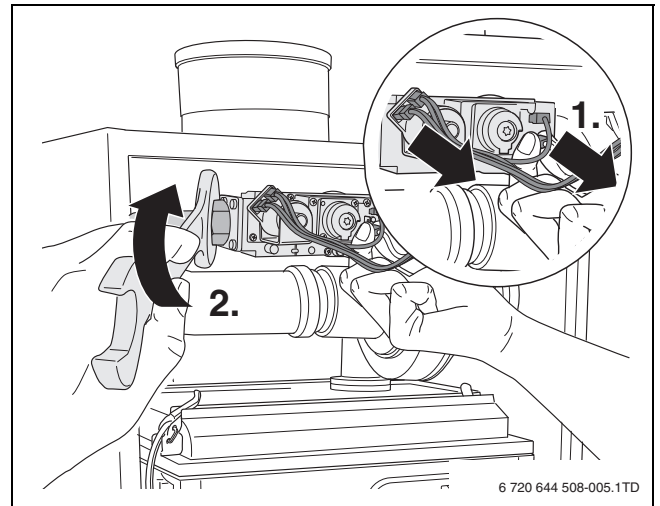

Fig. 5
- ▶ 拔出燃气阀上的电源线 (→ 图 5, [1], 第 43 页)。
- ▶ 松开燃气管上的螺栓连接 (→ 图 5, [2], 第 43 页)。